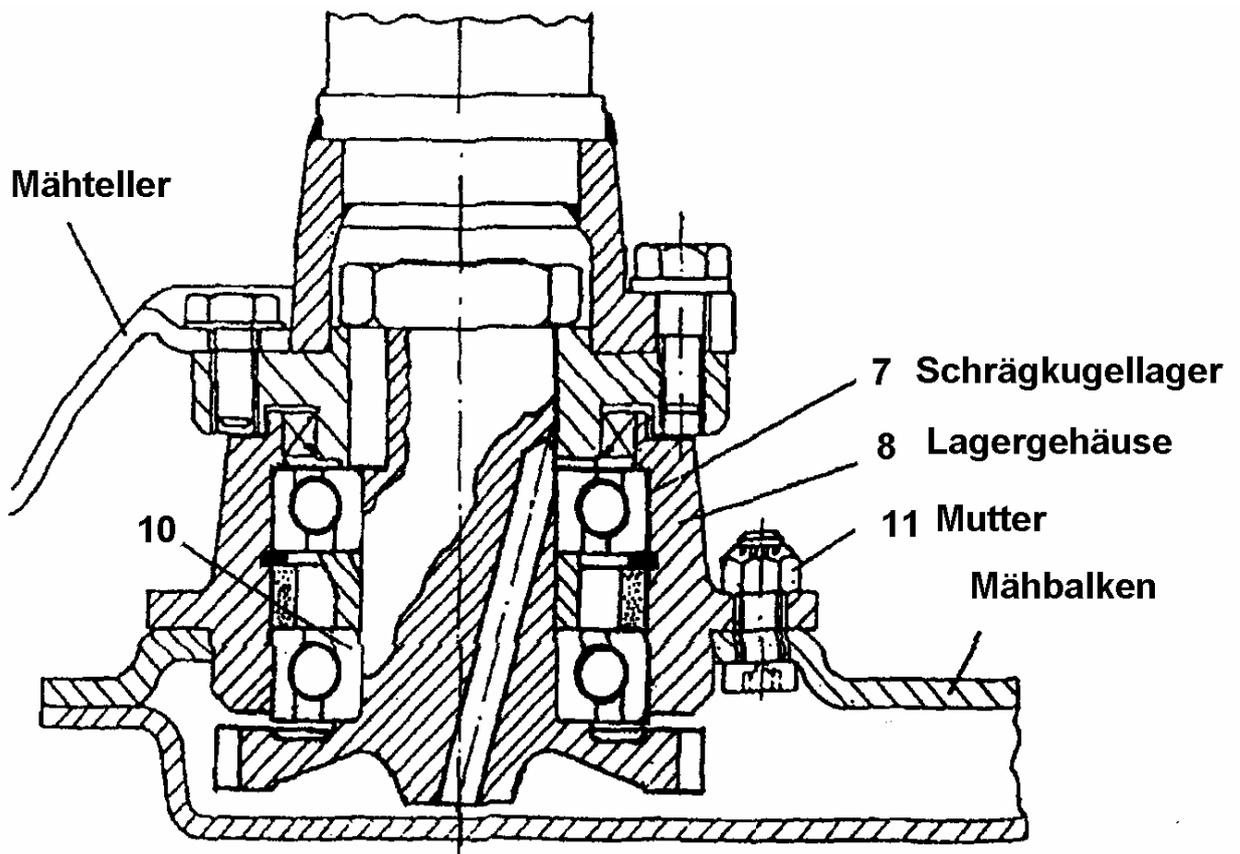

Bild 23
3. Reparatur der Mähtellerlagerung (Bild 23)